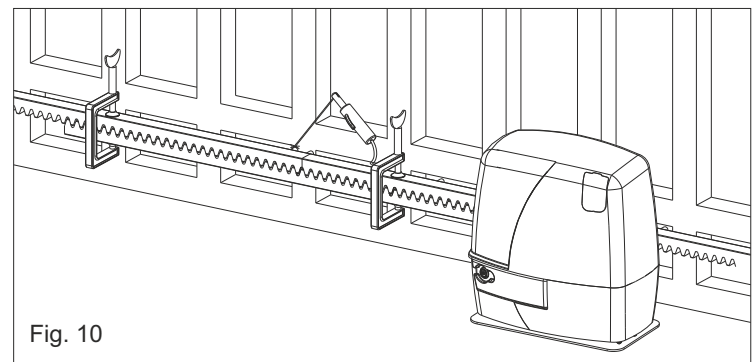

Fig. 10
5.4. Controlar que todos lo elementos de la cremallera resulten perfectamente alineados y posicionados correctamente. Se aconseja de contraponer a dos elementos sucesivos un tercer elemento como indicado en la Fig. 10;